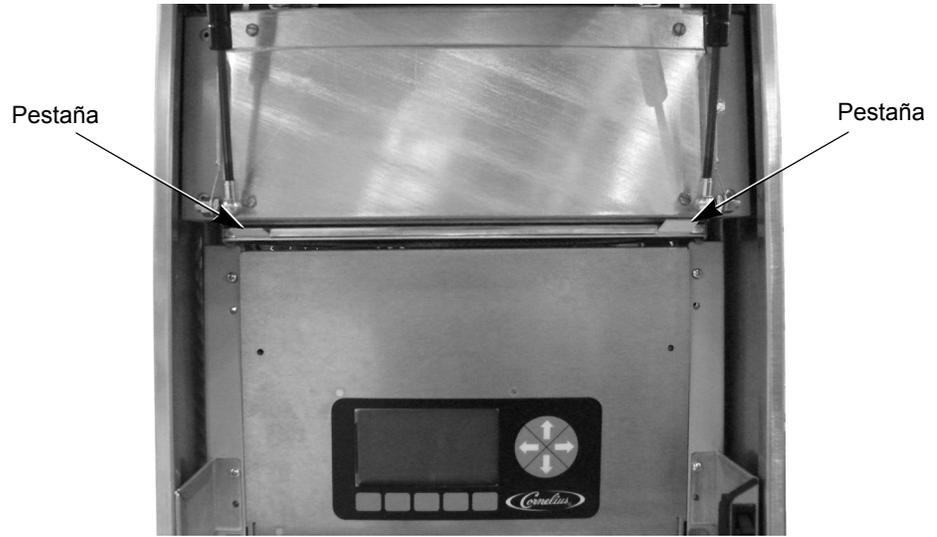

Figura 9
2.	Remueva el filtro al jalar las los pestañas (Figura 9) y deslícelo hacia el frente de la unidad.